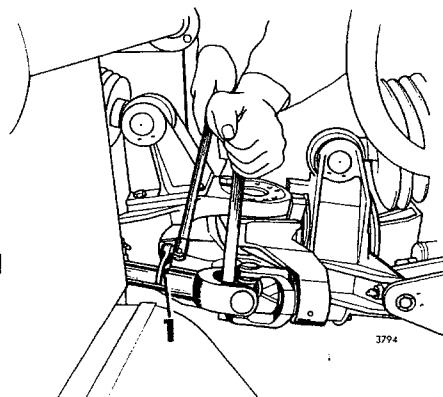
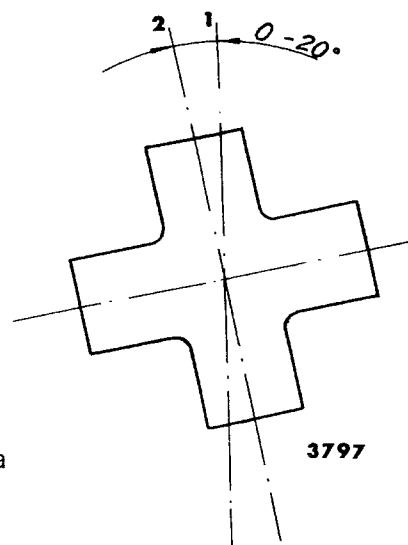

Fig 14-52. Demontering av bakre styrknut
Fig 14-55. Främre styrknut sedd bakifrån
4. Montera styrknuten. Antal mellanlägg mellan knuten och kolvstången avpassas så att knutens bakre gaffel kommer vertikalt samtidigt som spåret för låsskruven kommer rakt ut åt vänster då knuten är fastdragen. Kontrollera även att främre styrknuten kommer inom 0-20° enligt fig 14-55. Använd SVO 3237.
4. Skruva loss kolvstången från främre styrknuten. Håll knuten med en lång dorn medan kolvstången vrids runt, se fig 14-52.
3. Skruva ihop kolvstången och främre knuten. Håll knuten med en lång dorn medan kolvstången vrids runt, se fig 14-52. Vrid därefter in kolvstången och knuten i ett sådant läge att knutkorsets vertikala axel kommer inom 0-20° enligt fig 14-55.